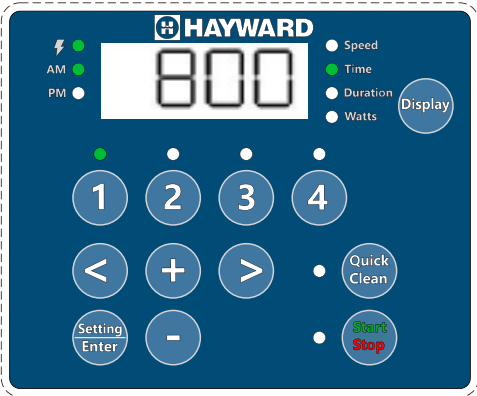

Figura 4
4. Prima "1". É apresentada a hora de início da VELOCIDADE 1. O LED do parâmetro "Time" fica intermitente. **Ver Figura 4.**